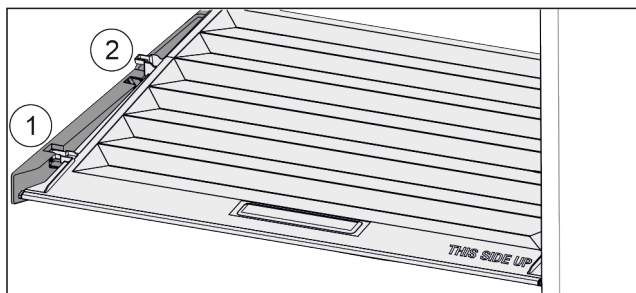

Fig. 39
- ▶ Pokrywę pociągnąć do przodu Fig. 39 (1), aż otworzy się w elementach trzymających.
- ▶ Podnieść tył od dołu i w wyjąć Fig. 39 (2) go do góry.